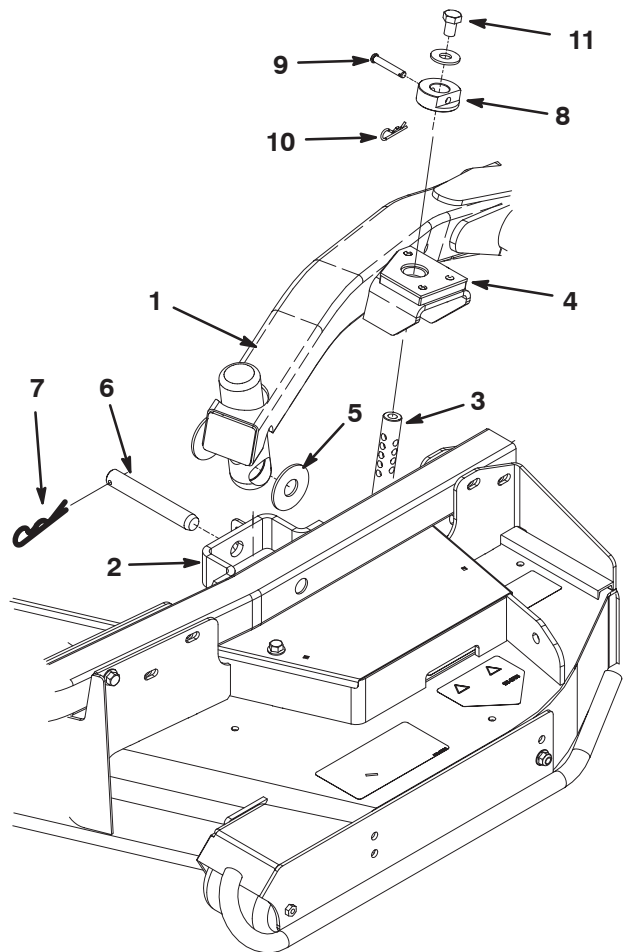

Bild 27
4. Stellen Sie den Hubhebel auf die Schweben-Stellung. Drücken Sie einen Hubarm nach unten, bis die Löcher im Hubarm mit den Löchern in der Laufradarmhalterung ausgerichtet sind, und die Schnitthöhenstange in die Hubarmpolster eingesetzt werden kann (Bild 27).
5. Befestigen Sie den Hubarm mit zwei (2) Druckscheiben, einem Lastösenbolzen und einem Splint am Laufradarm. Legen Sie die Druckscheiben zwischen den Hubarm und die Halterung des Laufradarms (Bild 27). Setzen Sie das Ende des Splints in den Schlitz im Laufradarm ein, um den Splint zu arretieren.
9. Befestigen Sie die Schnitthöhenstellringe an den Schnitthöhenstangen und befestigen Sie sie mit den Lastösenbolzen und den Splints (Bild 27). Der Kopf des Splints sollte zur Vorderseite des Mähwerks zeigen.
10. Setzen Sie oben auf jeder Schnitthöhenstange eine 1/2 x 3/4 Zoll Kopfschraube und eine Scheibe ein (Bild 27).